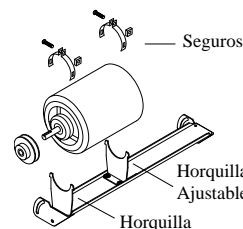

Fig. 2
- **Monte el motor.** Instale el motor del ventilador en las horquillas de la montura. Ajuste la horquilla ajustable si es necesario y sujete el motor con los seguros (véase fig. 2). **NOTA:** Los motores de 1 caballo de fuerza requiere que la horquilla ajustable esté invertida.